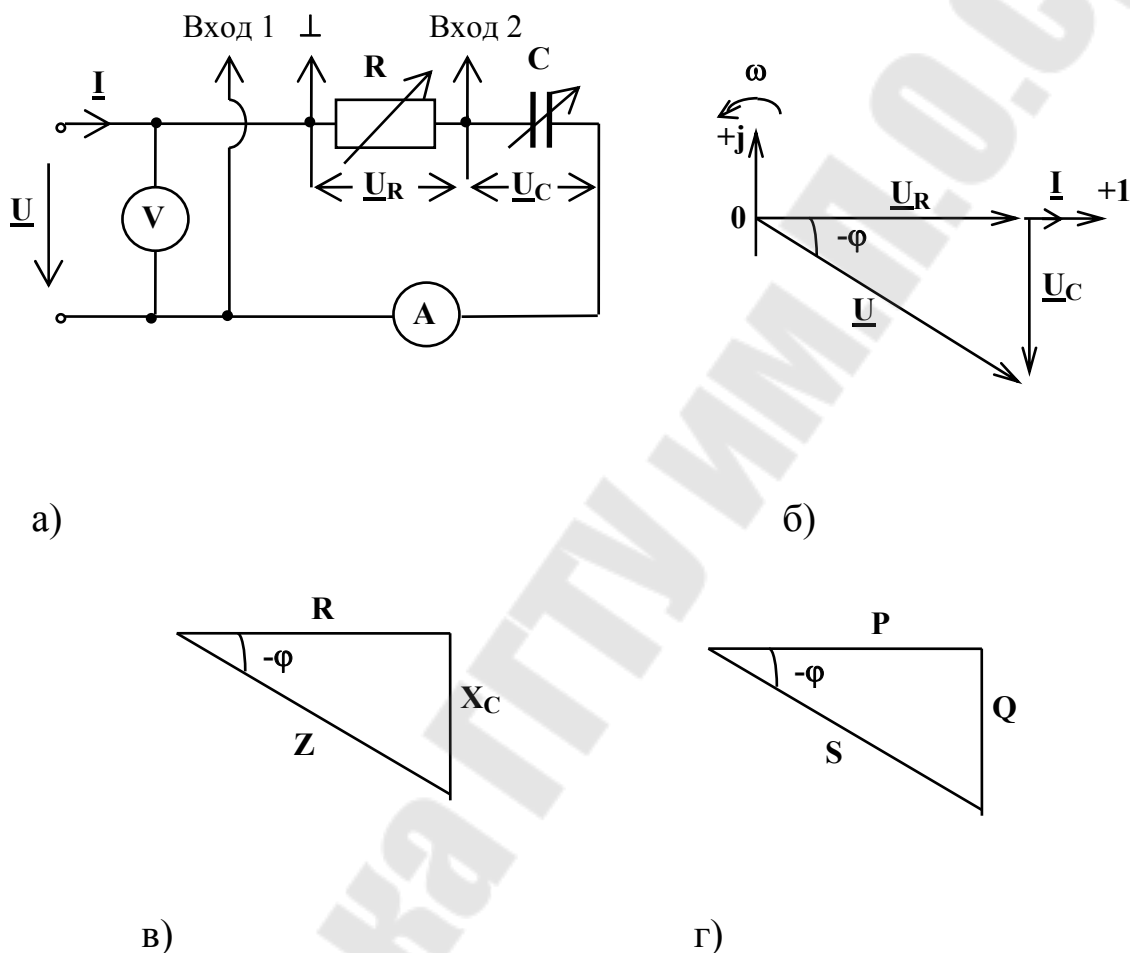

Рис.2.1
Цепь переменного тока с включенными резистором и конденсатором можно представить как последовательное соединение активного сопротивления резистора R и реактивного емкостного сопротивления X_C конденсатора (рис.2.1,а).
На рис.2.1 представлены: векторная диаграмма токов и напряжений (б), треугольник сопротивлений (в) и треугольник мощностей (г), с помощью которых легко вывести формулы для расчета последовательной RC-цепи.
Под входной *частотной* характеристикой цепи (рис.2.1, а) понимают зависимость $\underline{Z}_{\text{вх}} = f(\omega)$, где $\underline{Z}_{\text{вх}} = R - jX_C$ - комплексное входное сопротивление. Характеристика $\underline{Z}_{\text{вх}} = f(\omega)$, в свою очередь, состоит из двух характеристик
2. Соберите на наборном поле электрическую цепь согласно схеме рис.2.1,а.. В качестве регулируемых резистора R и конденсатора C используйте БПС и БПЕ. Напряжение источника задайте произвольно в диапазоне 5...20 В и поддерживайте его неизменным в те-